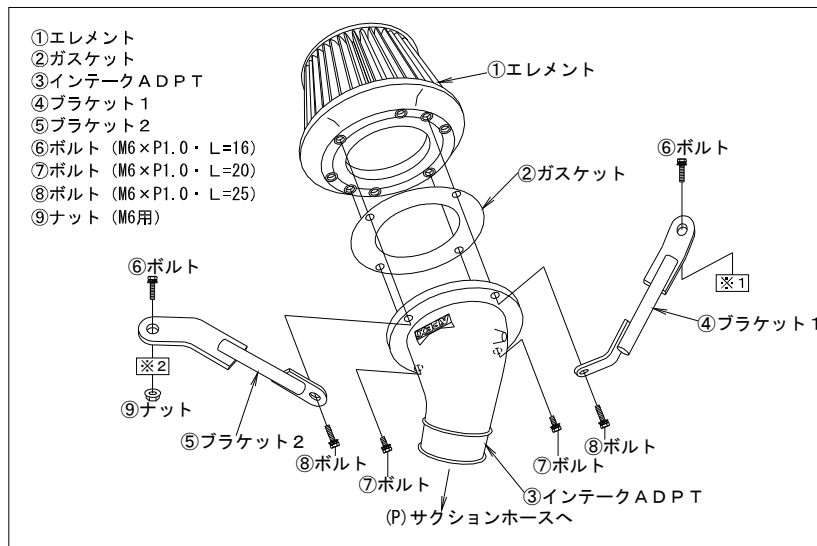

図3
3. 下図3～4を参照してPOWER INTAKEを組立ててください。この時、各ボルト・ナットは仮締めの状態にしておいてください。